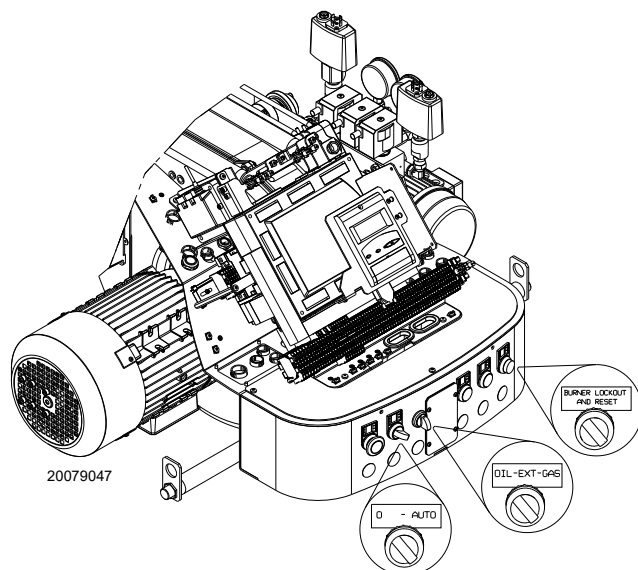

Fig. 28
Așezați comutatorul selector „OIL-EXT-GAS” în Fig. 28 la pag. 33 poziția „OIL” pentru a selecta motorina.
Închideți termostatele/presostatele și puneți comutatorul Fig. 28 la pag. 33 în poziția „AUTO”.
- așezați Fig. 28 în poziția „0” și așteptați ca controlul flăcării să se oprească;
Închideți telecomenzile și rotiți comutatorul selector (Fig. 28 la pag. 33) în poziția „ON”.
Puneți selectorul (Fig. 28 la pag. 33) în poziția „GAZ” pentru a selecta combustibilul gazos.
- 1 cu comutatorul selector (Fig. 28 la pag. 33);
Plasarea selectorului (Fig. 28 la pag. 33) pe poziția „EXT” activează funcția de selectare la distanță a combustibilului. În această poziție, dacă nu există deja un selector la distanță, afișajul indică combustibilul prioritar.